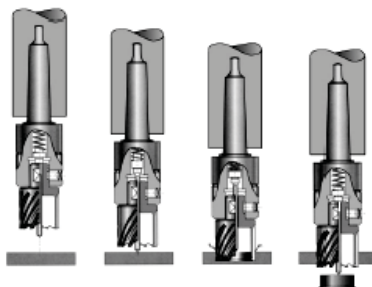

Рис.1
5. Следите, чтобы никто не находился напротив работающей машины, т.к. в момент окончания сверления, керн, образующийся при просверливании, выталкивается с большой силой и это может быть опасно для лиц, находящихся вблизи. См. Рис.1